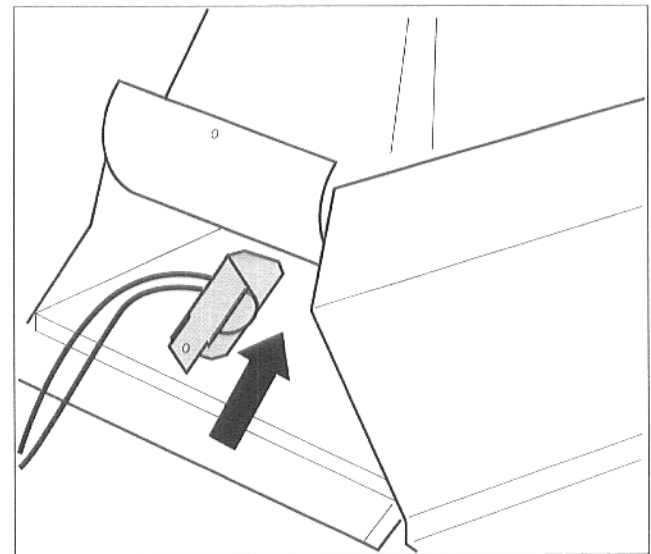

Abb. 24 Abgasüberwachung prüfen
- Sensor in den Kern des Abgasstromes halten (Abb. 24).